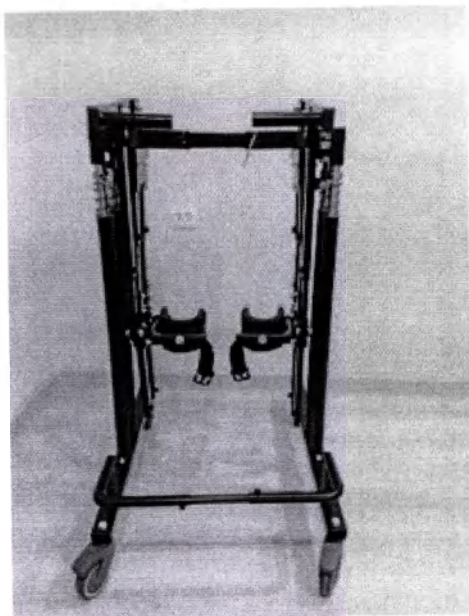

Рис.16
5.7 Закрепите установочные винты – 4шт (крепеж винты м8х4- 4шт). рис.16, 16.1, 16.2